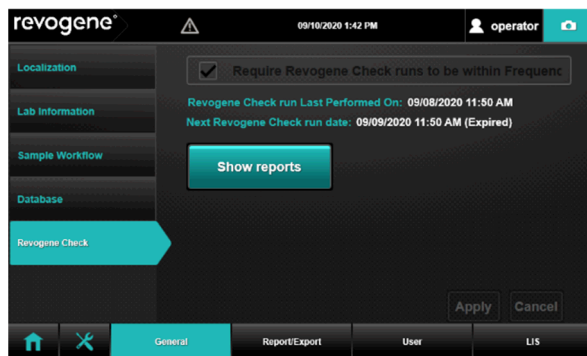

Figura 3. Impostazioni di Revogene Check
5. Se si sceglie **<Show Revogene Check Menu>** (Mostra), toccare il pulsante **<Show reports>** (Mostra) (**Figura 3**) per consultare il file del report in formato PDF.